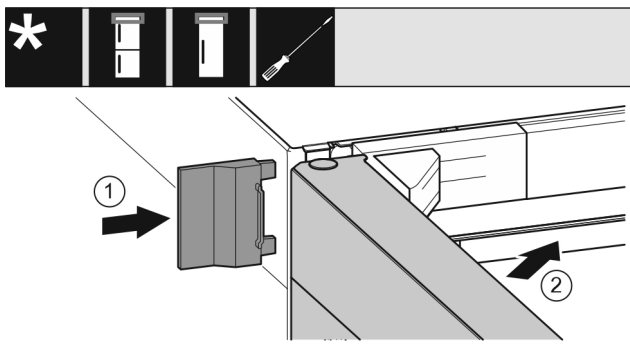

Fig. 29
- ▶ Vnější kryt Fig. 29 (1) nasuňte.
- ▶ Zavřete horní dveře Fig. 29 (2).